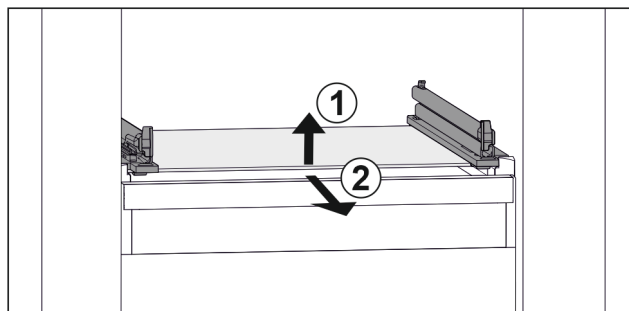

Fig. 98 Primjerni prikaz staklene ploče
- ▶ Staklenu ploču podignite sprijeda. Fig. 98 (1)
- ▶ Izvadite staklenu ploču prema naprijed. Fig. 98 (2)